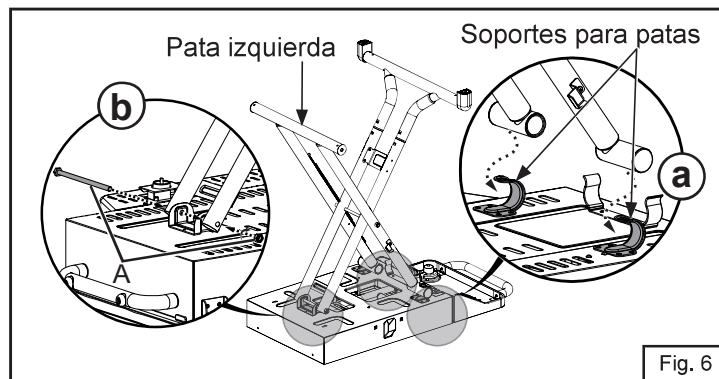

Fig. 6
6. Extienda las patas y coloque los extremos de la pata izquierda en los soportes de las patas (Paso a de la Fig. 6). Fije la pata derecha a la base del aparato con el perno A (Paso b de la Fig. 6).